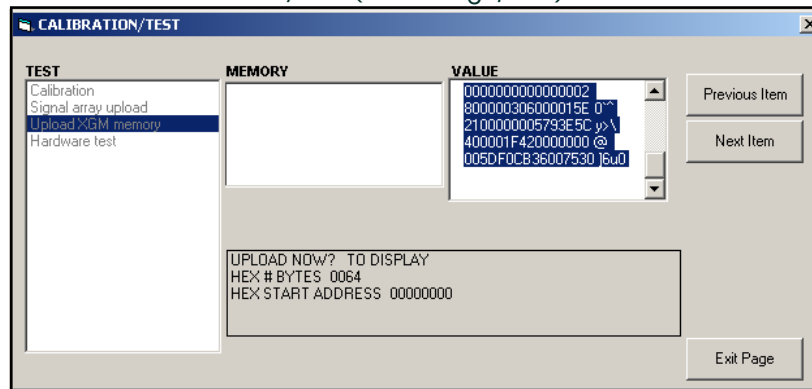

Figure 14: données de mémoire du XGF868i affichées dans PanaView
- Si vous cliquez deux fois sur *To Display* (Afficher), le volet droit de la fenêtre, illustré *Figure 14*, s'affiche, et les données sont disponibles pour évaluation immédiate. Cliquez sur [Exit Page] (Quitter la page) pour fermer la fenêtre et revenir au menu *Calibration/Test* (Étalonnage/Test).